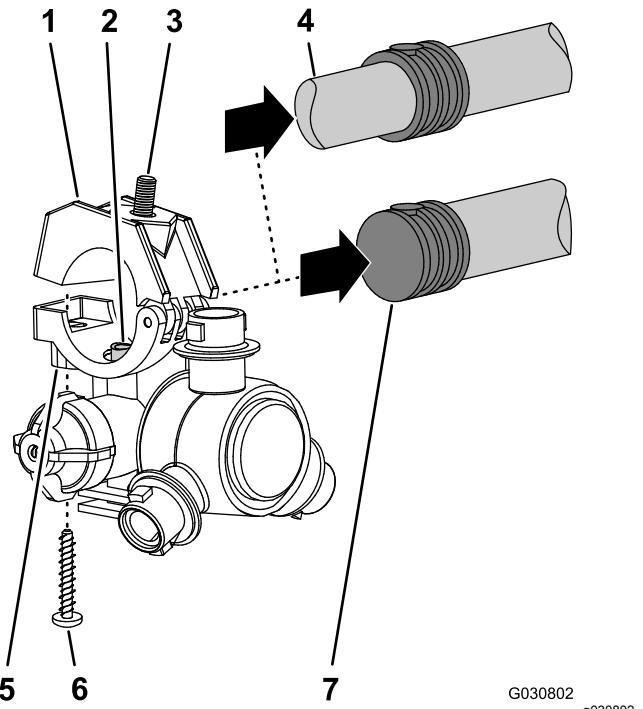

图121
- 5. 使用在步骤 1 中卸下的 8 个喷嘴拧下将夹具上半部分和双或单宝塔软管柄 $\frac{3}{4}$ 英寸固定至各个喷嘴主体的不锈钢螺丝 #12 x 1 $\frac{1}{4}$ 英寸然后卸下宝塔软管柄 图121。